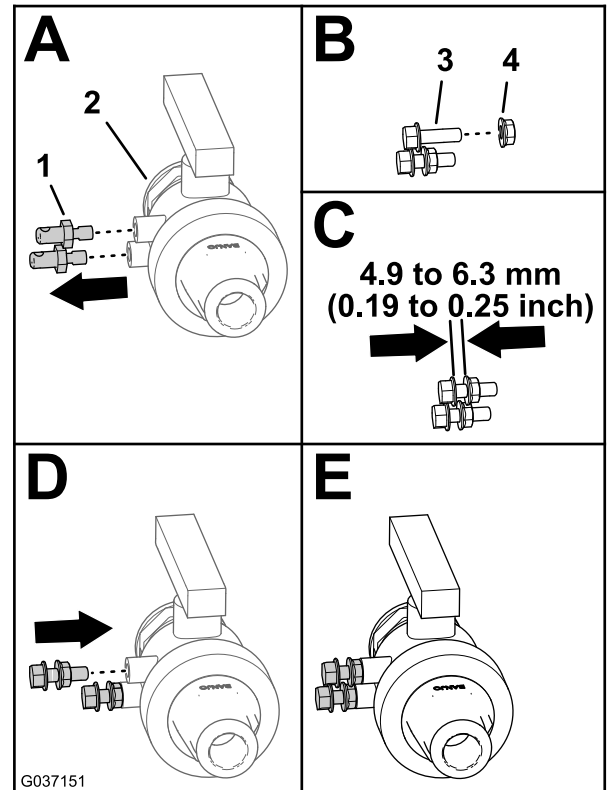

Figure 15
1. Retirez les 2 chevilles de montage du robinet de vidange (A de la Figure 15).
2. Vissez les 2 contre-écrous à embase (5/16") sur les 2 boulons à embase (5/16" x 1"), comme montré (B et C de la Figure 15).
3. Assemblez les contre-écrous à embase et les boulons à embase sur le robinet de vidange et serrez-les avec une clé (D et E de la Figure 15).